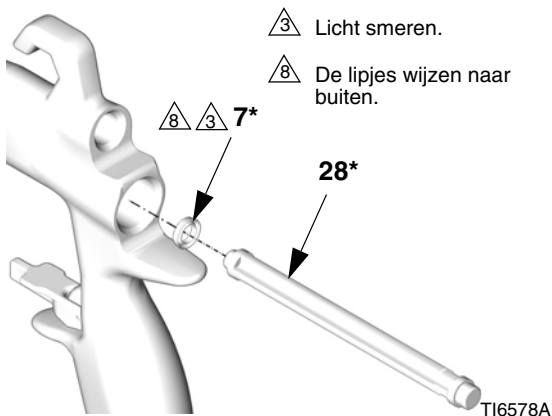

FIG. 41
3. Plaats de nieuwe U-beker (7\*) op het installatiegereedschap voor dichtingen (28\*) met de lipjes van de u-beker naar het gereedschap toe, zoals te zien is in FIG. 41. Druk de u-beker in de achterzijde van het pistool, tot er een duidelijke klik te voelen is.